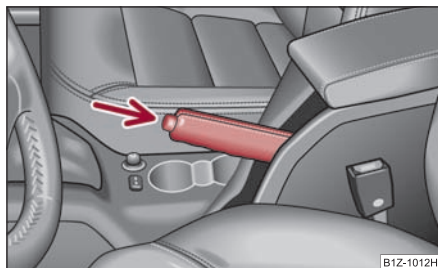

Fig. 148 Consola centrală:
- Acționați maneta puțin în sus **și în același timp** apăsați butonul de blocare ⇒ fig. 148.